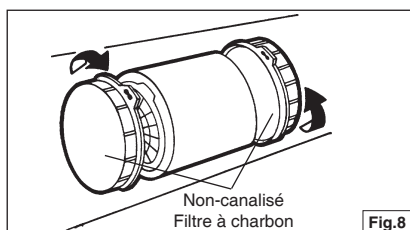

Fig.8
**(Hottes non-canalisées uniquement) - Fig.8**